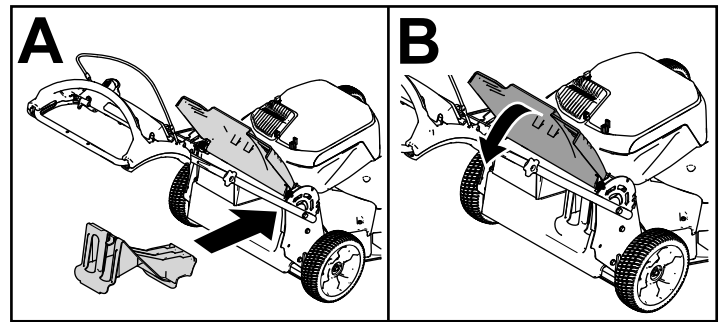

Figura 17
scarico posteriore fino a bloccare il fermo in posizione; vedere Figura 17.
**Importante:** Prima di riciclare lo sfalcio, verificate che il coperchio di scarico posteriore sia montato (Figura 17).